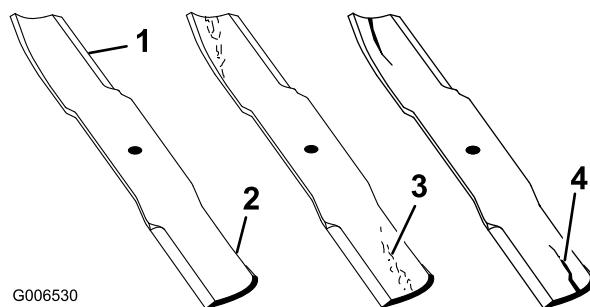

Figura 101
2. Examine cuidadosamente los extremos de corte de la cuchilla, sobre todo en el punto de reunión entre la parte plana y la parte curva de la cuchilla (Figura 101). Puesto que la arena y cualquier material abrasivo pueden desgastar el metal que conecta las partes curva y plana de la cuchilla, compruebe la cuchilla antes de utilizar el cortacésped. Si se aprecia desgaste (Figura 101), cambie la cuchilla.
Si se permite que la cuchilla se desgaste, se formará una hendidura entre la vela y la parte plana de la cuchilla (Figura 101). Con el tiempo, una parte de la cuchilla puede desprenderse y ser arrojada desde debajo de la carcasa, posiblemente causando lesiones graves a usted o a otra persona.